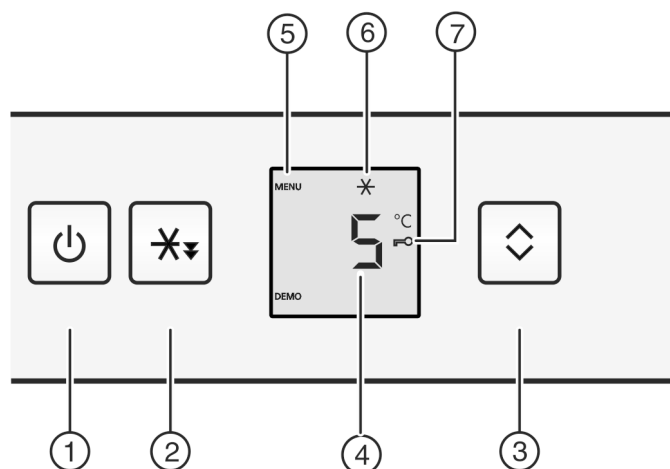

Fig. 2
- ▶ Premere il tasto On/Off Fig. 2 (1).
- ▶ Premere il tasto Raffreddamento rapido Fig. 2 (2) per ca. 5 secondi.
- ▷ Sul display viene visualizzato il simbolo menu Fig. 2 (5).
- ▶ Confermare brevemente con il tasto Raffreddamento rapido Fig. 2 (2).
- ▷ Sul display si illumina il simbolo sicurezza bambini Fig. 2 (7).
- ▶ Premere brevemente il tasto On/Off Fig. 2 (1).
- ▶ premere brevemente il tasto Raffreddamento rapido Fig. 2 (2).
- ▷ Il simbolo Raffreddamento rapido Fig. 2 (6) si illumina nel display.
- ▷ Il simbolo Raffreddamento rapido Fig. 2 (6) si spegne nel display.